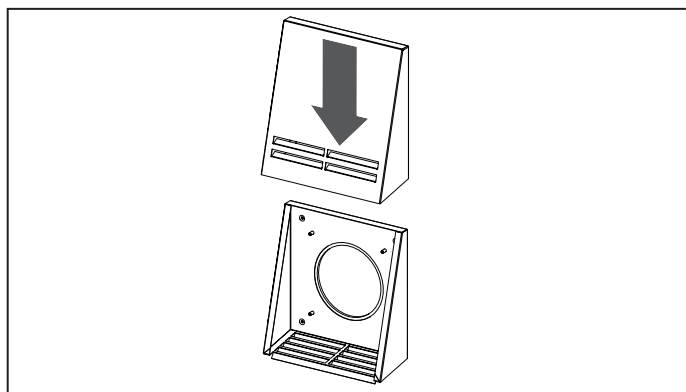
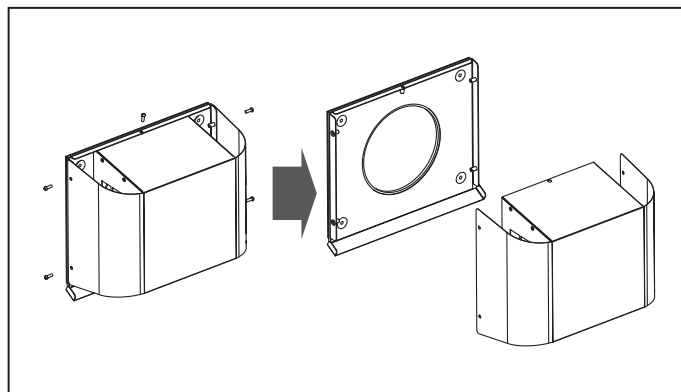

Рис. 19.
Рис. 20
- снимите переднюю часть вентиляционного колпака: Рис. 19 – для моделей VENTO Solar V60 Pro / Pro2; Рис. 20 – для моделей VENTO Solar V60 S Pro / S Pro2.